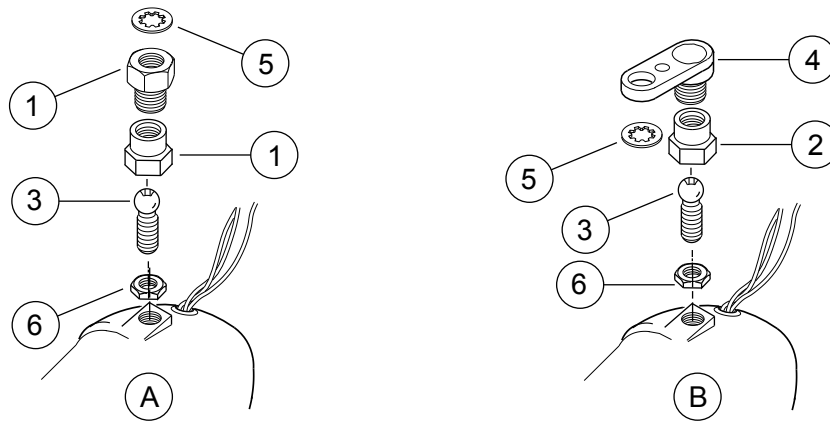

Abbildung 1. Das vordere Drehteil und die Blinker einbauen.
2. Siehe Abbildung 1. Mit den Sicherungsscheiben (5) unter dem Kugelsitz, und der originalen Hutmutter, den Kugelsitz (4) auf das Ende des Rückspiegels anbringen. Eine Vertiefung auf dem Kugelsitz passt auf eine kleine Beule auf der Unterseite des Gehäuses für den Kupplungshebel, wenn der Kugelsitz korrekt ausgerichtet wurde.
3. Den Kugelbolzen (3) durch die Kugelbolzenschelle (2) führen und auf die Gegenmutter (6) aufschrauben. Die Kugelbolzenbaugruppe in das linke Lampengehäuse schrauben. Die Gegenmutter gegen das Lampengehäuse anziehen.